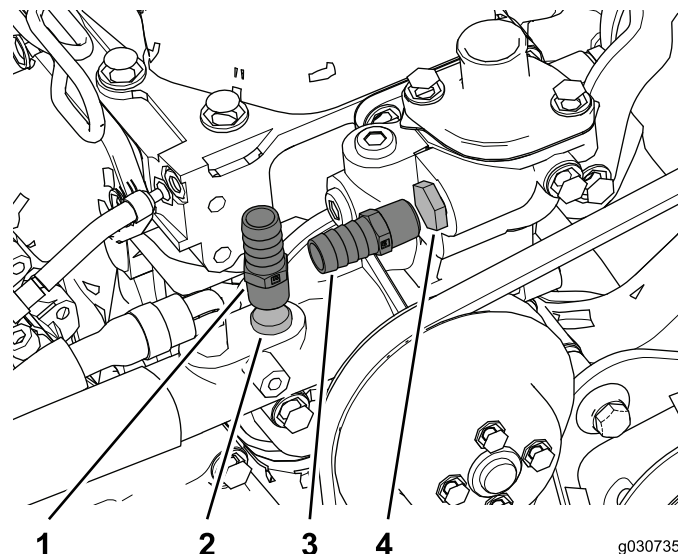

Figura 35
2. Retire a alimentação do aquecedor e os tampões do tubo de retorno do motor e instale a união (3/8 NPT x 0,625 entalhe) como se mostra na Figura 35.